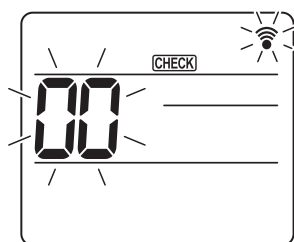
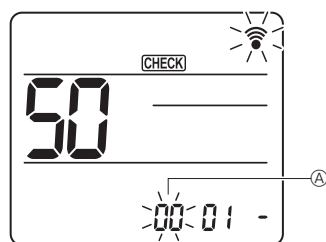
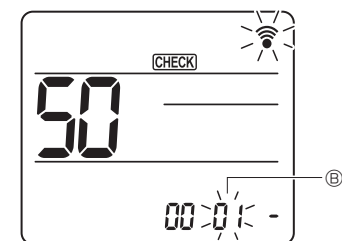
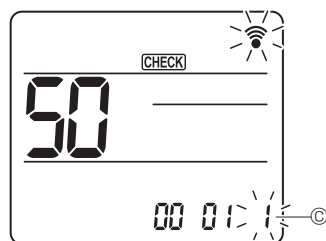

Fig. 7-16
Fig. 7-17
Fig. 7-18
Fig. 7-19
#### 7.4.2. Με ασύρματο τηλεχειριστήριο (Fig. 7-16, Fig. 7-17, Fig. 7-18, Fig. 7-19)
Η ένδειξη [CHECK] (Έλεγχος) φωτίζεται και αναβοσβήνει η τιμή "00". (Fig. 7-16)
Πατήστε το κουμπί [↓] για να ρυθμίσετε τον αριθμό μονάδας ①. (Fig. 7-17)
Πατήστε το κουμπί [↓] για να ρυθμίσετε τον αριθμό κατάστασης λειτουργίας ②. (Fig. 7-18)
Χρησιμοποιήστε το κουμπί [↓] για να αλλάξετε τον αριθμό ρύθμισης ③. (Fig. 7-19)